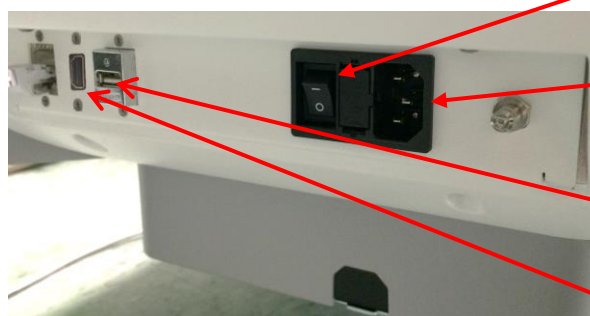

図 6：本装置の電源
1. 電源スイッチ（図6に示す後面下部パネル株のロックカースイッチ）がオフの位置にあり、システム電源ボタンが点灯していないことを確認する。
2. AC 電源ケーブルを本装置の電源ケーブル差込口に接続する（電源スイッチの傍）（図6を参照）。